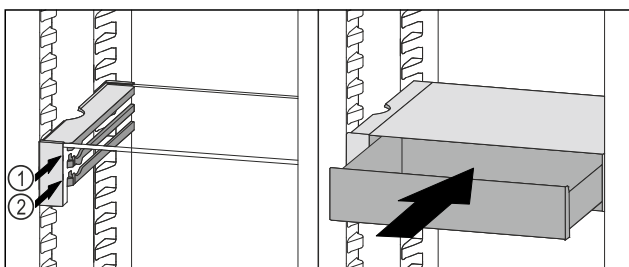

Fig. 65
- ▶ VarioSafe-Schubfach hinter den Stopperrn auf gewünschter Rippe Fig. 65 (1) oder Fig. 65 (2) aufsetzen.